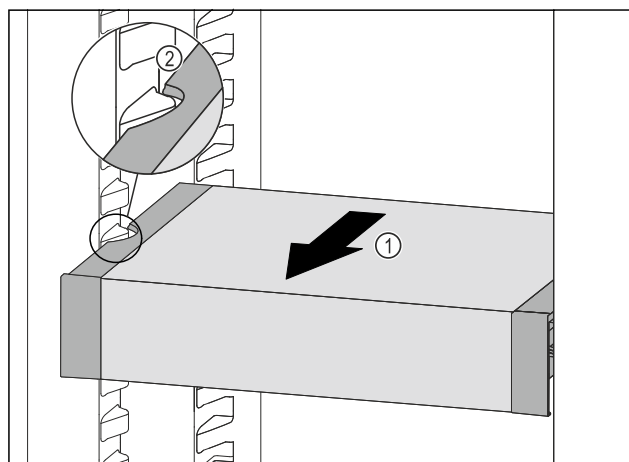

Fig. 113
- Ladicu VarioSafe vucite prema naprijed Fig. 113 (1) sve dok se bočni otvori ladice VarioSafe ne nađu na visini žlijeba spremnika u hladnjaku. Fig. 113 (2)